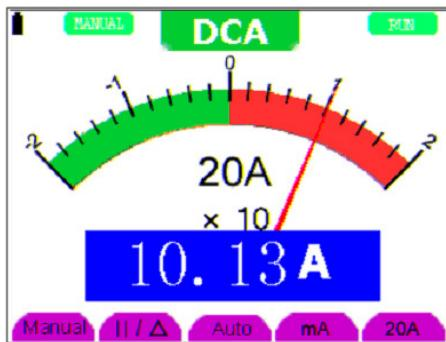

Figura 41.- Medida de corriente en Corriente Continua hasta 20A.
4. Conecte el otro extremo de los cables rojo y negro al punto que desea medir. Active el circuito bajo prueba y la corriente de DC entre los puntos medidos se mostrará en pantalla. (Ver Figura 41).